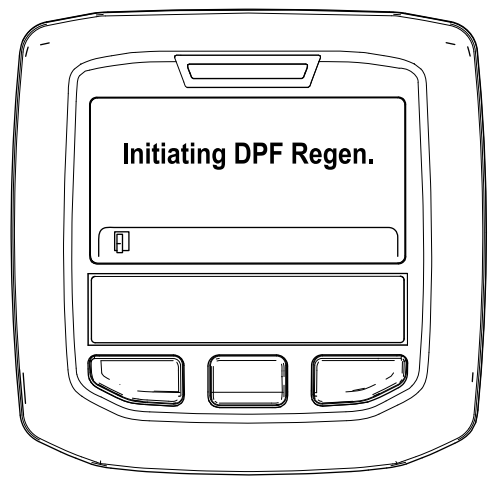

Figura 46
- A. Surge a mensagem "Initiating DPF Regen. (A iniciar Regen. DPF.)" (Figura 46).